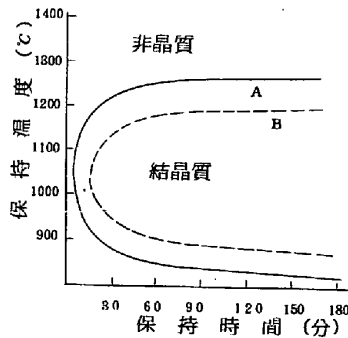

図1 恒温変態曲線
9. 表、図、写真の説明は和文とし、番号は各々表1、図1、写真1と表示する。説明は図、写真の場合その下部に、表の場合その上部に書くこと。(例4,6参照)